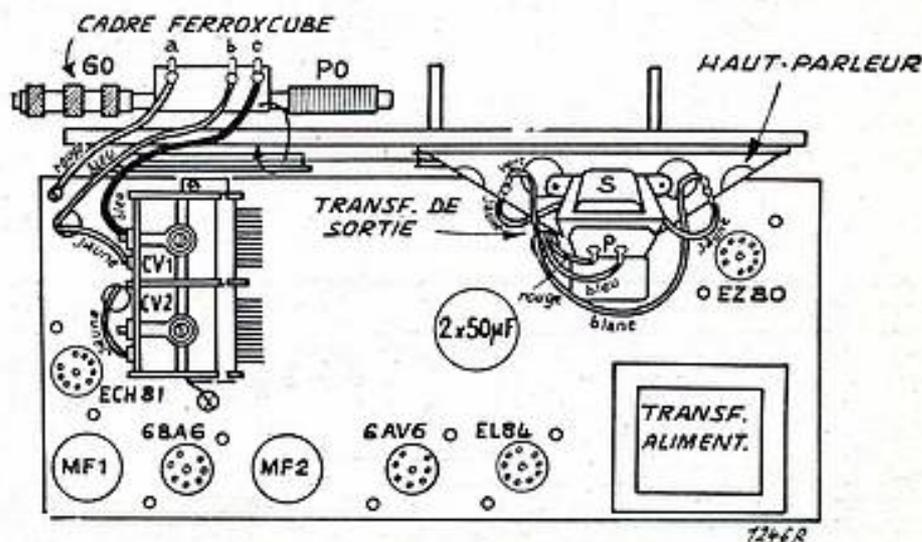
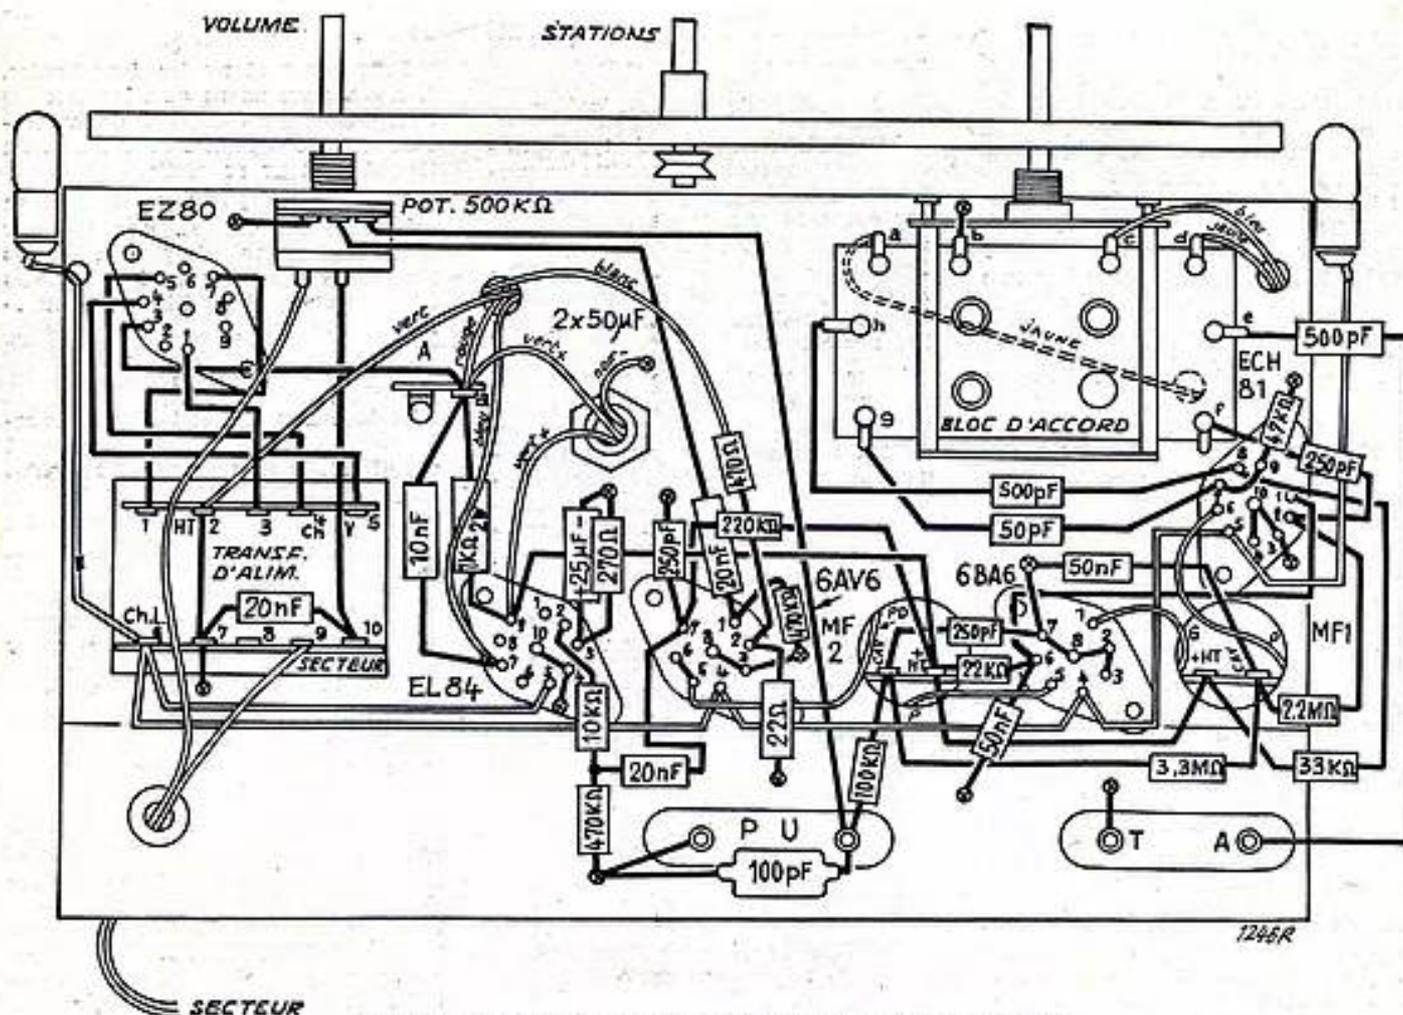

FIG. 5. — Dessus du châssis (disposition des pièces et câblage.)
Fig. 6. — Dessous du châssis (disposition des pièces et câblage).
pièces : le châssis vu de dessous, le bloc d'accord est fixé à son emplacement indiqué (fig. 6). Le châssis vu du même côté, le potentiomètre de 500 k $\Omega$  est disposé, les 3 cosses verticalement. Les supports de lampes sont fixés et leurs cosses sont orientées comme indiqué. Les masses (— haute tension) sont indiquées sur les fig. 5 et 6 par une croix (x). Les transformateurs MF 1 et MF 2 sont placés de manière que leurs cosses soient orientées comme indiqué sur la fig. 6 (ainsi posés leurs noyaux de réglage sont tournés vers l'extérieur du dessus du châssis et restent accessibles avec le tournevis de réglage). Le repérage des cosses des transformateurs MF 1 et MF 2, est indiqué fig. 7 (remarquez que leurs cosses sont disposées dans un ordre différent). Un caoutchouc passe-fil est placé dans le trou réservé au passage du cordon secteur. Ce cordon
est passé dans le passe-fil et un nœud est fait à l'intérieur en laissant une longueur suffisante pour que ce cordon arrive à la cosse 9 du transformateur d'alimentation, ainsi qu'à une des cosse de l'interrupteur du potentiomètre de 500 k $\Omega$ . Toujours sur le dessous du châssis, est fixé le transformateur d'alimentation, à la place et ses cosse orientées comme indiqué sur la fig. 6. Sur le dessus du châssis est fixé le condensateur électrochimique de 2x50  $\mu$ F, comme indiqué sur la fig. 5. Sur le baffle en isolé faisant partie du châssis, sont fixés le haut-parleur avec son transformateur de sortie ainsi que le cadre (emplacements indiqués fig. 5). Les plaquettes en bakélite PU et TA, sont fixées sur la partie arrière du châssis, aux emplacements indiqués fig. 6. Deux douilles pour ampoules de poche sont fixées aux emplacements indiqués figure 6.
Toutes les connexions qui précèdent doivent être réalisées contre le châssis (afin d'obtenir par la suite un câblage « aéré »). La cosse 1 du transformateur d'alimentation est branchée à la cosse 7 du support de la lampe EZ 80. La cosse 3 du transformateur est reliée à la cosse 1 de ce support. La cosse 4 du transformateur est connectée à la cosse 5 de ce support. La cosse 5 du transformateur est branchée à la cosse 4 de ce support. La cosse 2 du transformateur est également reliée à la cosse du secondaire du transformateur de sortie (fil vert de la fig. 5 et 6). A la cosse du relais (A), sont connectés en a : la cosse 3 du support de la lampe EZ 80, une cosse du primaire
Sur les cosse des supports de lampes, sur lesquels il ne figure pas de connexions, sur le plan de la fig. 6, il ne faut rien brancher (ne pas s'en servir comme relais, surtout !). En dernières connexions, les deux cosse du secondaire du transformateur de sortie, sont branchées aux deux cosse du haut-parleur. En suivant ce « processus », on obtient un câblage bien